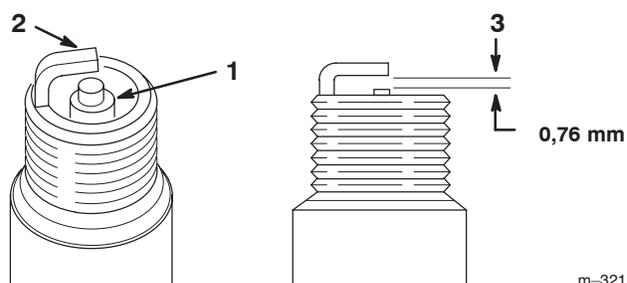

Figure 58
- Inspectez le centre des bougies (Fig. 58).
- Contrôlez l'écartement entre les électrodes centrale et latérale (Fig. 58) et pliez l'électrode latérale si l'écartement est incorrect.